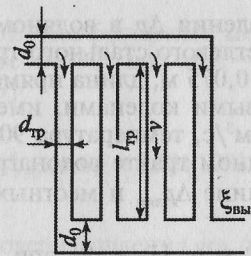

Рис. 6.8
**Задача 6.37.** Определить потери давления при движении масла в радиаторе (рис. 6.8), если расход масла  $Q = 2 \cdot 10^{-4} \text{ м}^3/\text{с}$ . Диаметр коллектора радиатора  $d_0 = 0,03 \text{ м}$ , диаметр трубок  $d_{\text{тр}} = 0,01 \text{ м}$ , длина  $l_{\text{тр}} = 1 \text{ м}$ . Плотность масла  $\rho = 900 \text{ кг/м}^3$ , кинематическая вязкость  $\nu = 6,5 \cdot 10^{-5} \text{ м}^2/\text{с}$ .